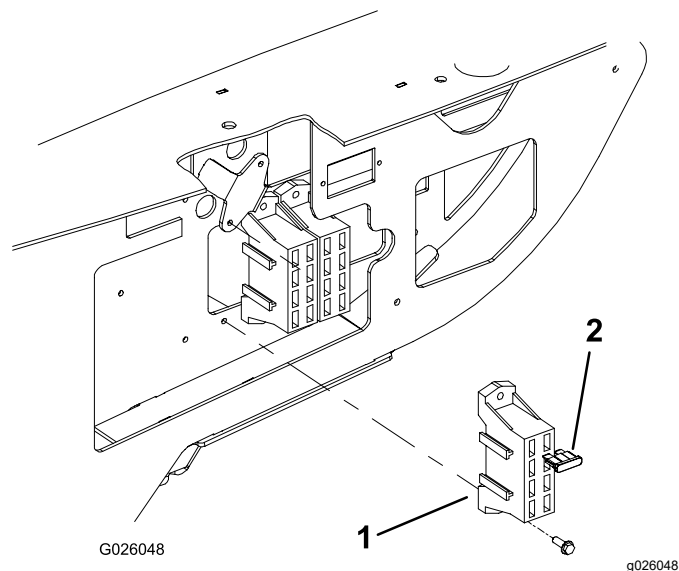

Рисунок 3
2. Установите блок предохранителей рядом с имеющимся блоком предохранителей с помощью 2 винтов (№8 x 1/2 дюйма), как показано на Рисунок 3.